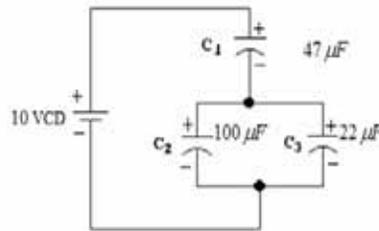

Figura 2.14 Capacitores serie-paralelo
- ñ) Arme el circuito de la figura 2.14.
| Figura 2.14 | | | |